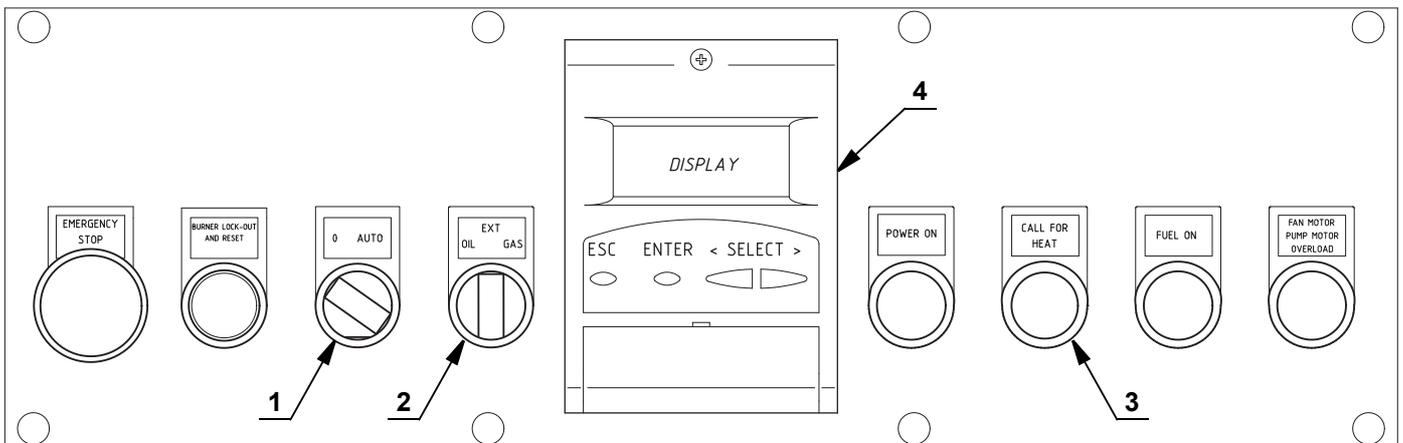

Abb. 35
Den Wahlschalter 1)(Abb. 35) auf **“AUTO”** stellen.
Schließen Sie die Fernsteuerungen und stellen Sie den Wahlschalter 1)(Abb. 35) auf **“AUTO”**.
- 1 mit der Vorrichtung AZL 4)(Abb. 35);
Wenn der Wahlschalter 2)(Abb. 35) auf **“EXT”** positioniert ist, ist die Fernauswahl des Brennstoffes aktiviert. Wenn kein Fernwahlschalter vorhanden ist, legt die Vorrichtung AZL in dieser Position den prioritären Brennstoff fest, am Display wird der ausgewählte Brennstoff angezeigt.